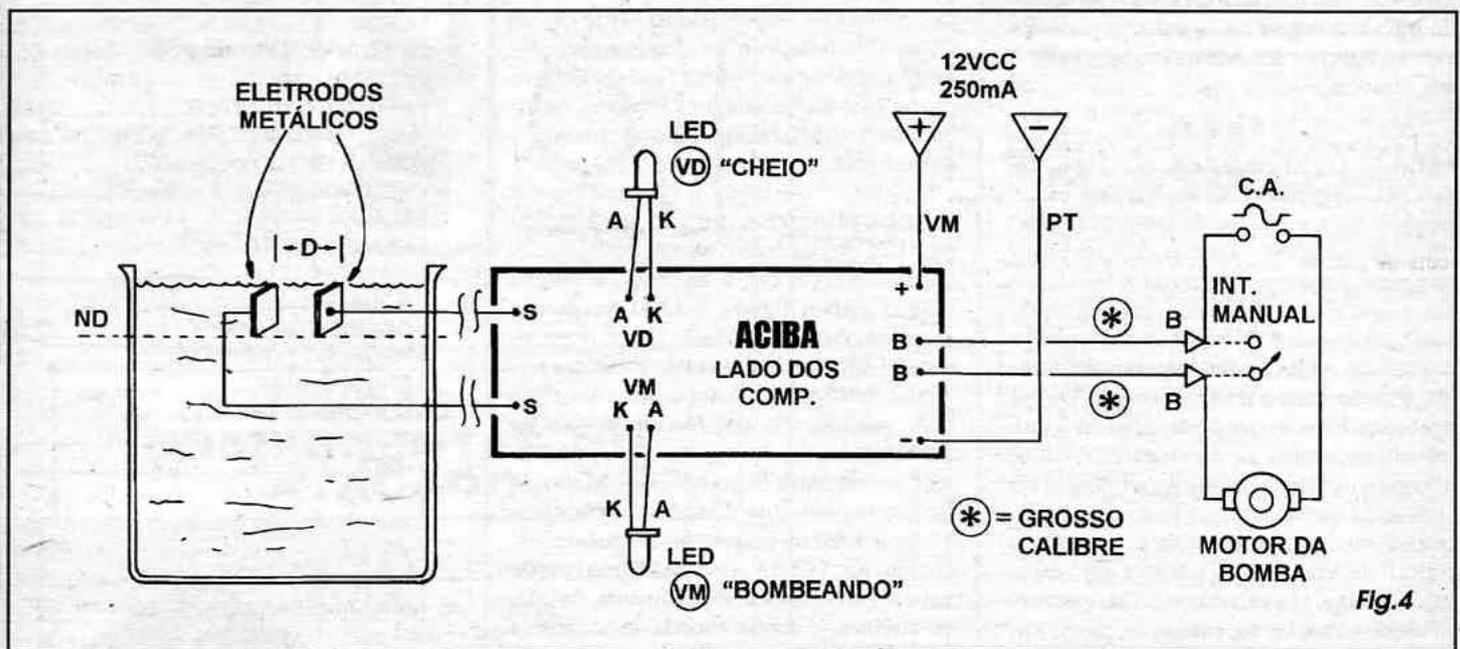
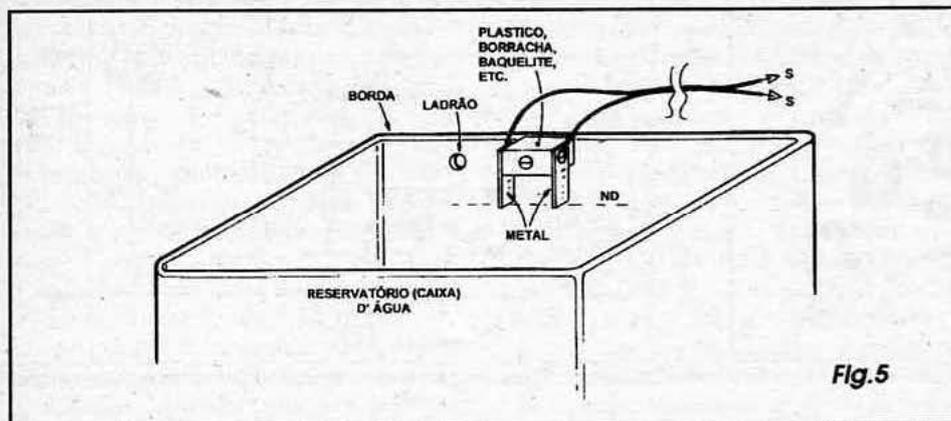

Fig. 4
Fig.5
- 1 - Par de eletrodos metálicos, podendo ser feitos com diversos formatos, dimensões e arranjos práticos (VER FIGS. 4 e 5, MAIS ADIANTE...) para o sensoramento do nível da água no reservatório.
- - Bomba d'água elétrica, acionada por motor (110 ou 220 VCA) de até 1000W de potência, com a respectiva instalação hidráulica e elétrica já implementada. Se a instalação existente já incluir um interruptor manual para a dita bomba, este poderá ser mantido, conforme veremos no diagrama da **FIG. 4**...
- FIG. 4 - CONEXÕES EXTERNAS À PLACA - DIAGRAMA DE INSTALAÇÃO BÁSICA - A figura inclui uma série de informações visuais importantes, centradas na própria placa, observada pela sua face não cobreada (agora, porém, desprezando-se os componentes já diretamente inseridos e soldados *sobre* a dita cuja...). Observar, inicialmente, as conexões polarizadas da alimentação do circuito (provenientes da fonte...), de preferência sob o código de cor **vermelha** para o **cabinho do positivo (+)** e **preta** para o **negativo (-)**... Notar também a identificação dos terminais dos LEDs indicadores (e respectivas cores...), levados aos pontos A-K (VD) e A-K (VM). Ainda quanto aos LEDs, lembramos que embora no diagrama eles sejam vistos ligados diretamente à placa, nada impede que - na instalação real e final do conjunto - sejam conectados através de cabinhos, no conveniente comprimento (os ditos LEDs, na verdade, poderão ser fisicamente instalados a qualquer distância desejada, com relação à placa...). Aos pontos B-
FIG. 5 - OS SENSORES... - A figura dá detalhes e sugestões importantes para a confecção/instalação do par de sensores metálicos no reservatório... Estes podem ser feitos com duas pequenas peças metálicas (lâminas, pinos, etc., com poucos centímetros de área), separadas e fixadas por um isolador de plástico, borracha, fenolite, etc., de modo que guardem entre si uma distância **D** (ver também a FIG. 4) que pode variar de 2 cm. até várias dezenas de centímetros... É importante (devido à grande sensibilidade do circuito...) que as lâminas ou pinos metálicos sensores repousem *não encostados* à superfície interna das paredes do reservatório/caixa, já que poderiam fazer *passar* os sinais elétricos alternados de monitoramento *através* do próprio material estrutu-